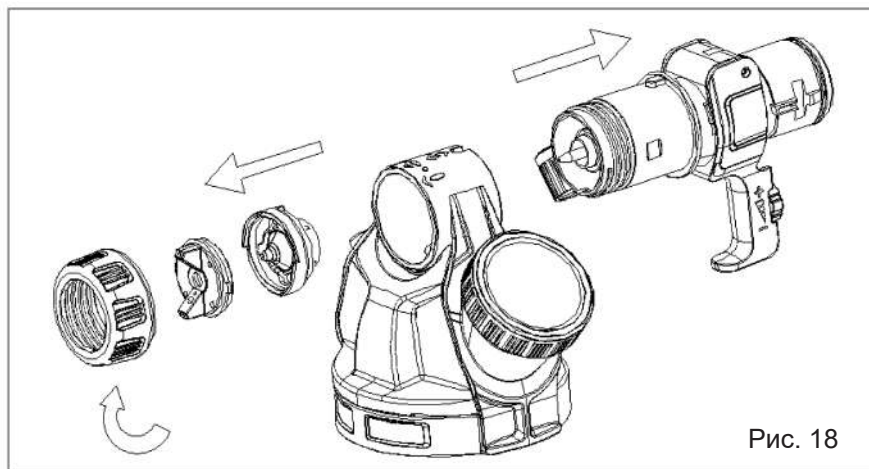

Рис. 18
6. Открутите фиксирующую гайку, снимите дюзу, сопло и извлеките основную часть распылительного блока из гнезда (рис. 18).